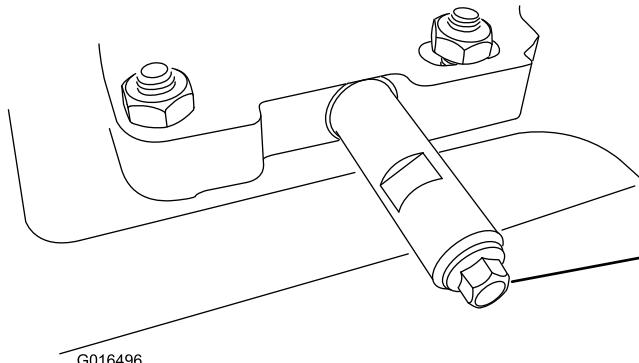

Bild 47
1. Reinigen Sie den Bereich um die Ablassschraube (Bild 47).